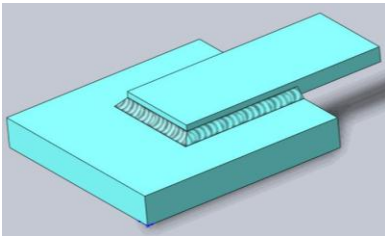

Рисунок 10.34 - Готова деталь зі зварним напускним з'єднанням
6. Залишилися натиснути кнопку **ОК** і одержати готову деталь з зварним напускним з'єднанням (рис. 10.34). Збережіть зварну деталь під іменем **Напускне з'єднання.sldprt**.